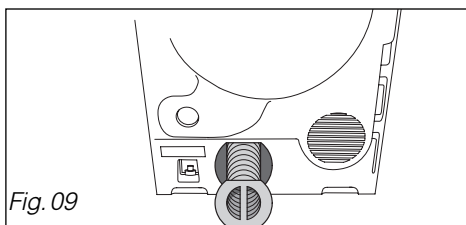

Fig. 09
– Sortie d'air arrière (Fig.09)
- dégarez la gaine avec précaution afin d'éviter tous risques de coupures (Fig. 09).